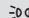

Fig. 89 Planche de bord : commande des feux.
- Mettez le contact et sélectionnez le mode **AUTO** à l'aide de la commande des feux >>> **fig. 89**.
- Désactivez le mode **AUTO** à l'aide de la commande des feux >>> **fig. 89**.